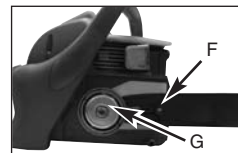

Fig. 3E
4. Deslice el extremo de la barra guía sobre los dos tornillos (F) de la barra. Ponga la barra de manera que la ESPIGA de ajuste se ajuste dentro del orificio (G) interior de la barra guía (Fig. 3E).